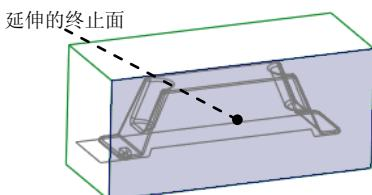
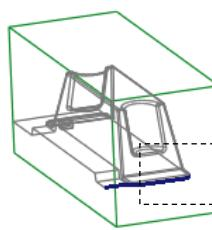

图 12.18 选取延伸的终止面
图 12.19 选取延伸边线
- ② 在系统的提示下, 选取图 12.18 所示的坯料的表面为延伸的终止面。
- ③ 单击 按钮, 完成延伸曲面 3 的创建。
- (1) 按住 Shift 键, 选取图 12.19 所示的边线为延伸参考边线。